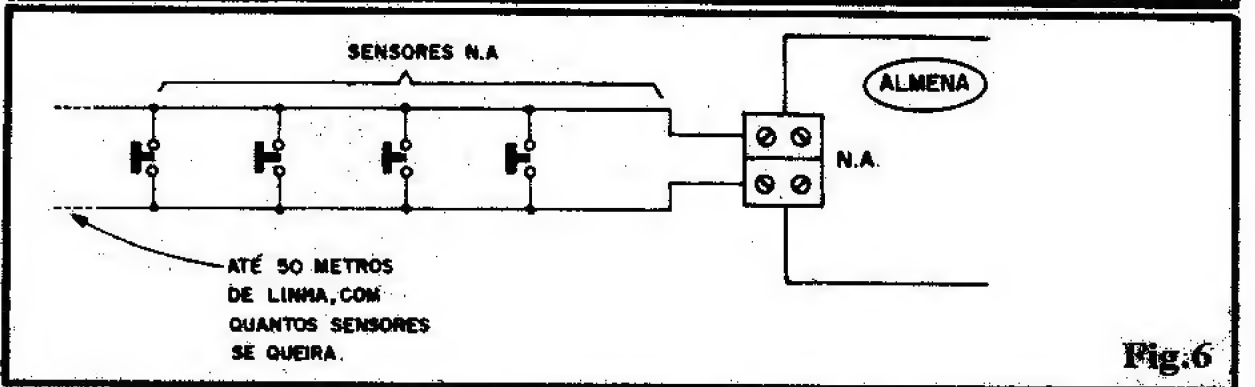

Fig.6
- FIG. 6 - INSTALAÇÃO BÁSICA DO SISTEMA - Parece-nos que já deve ter ficado claro ao Leitor/Hobbysta como se desenvolve a linha de sensores... Entretanto, para benefício dos novatos, o diagrama da figura mostra um esquema básico da "coisa"... Nada mais do que um cabinho para-